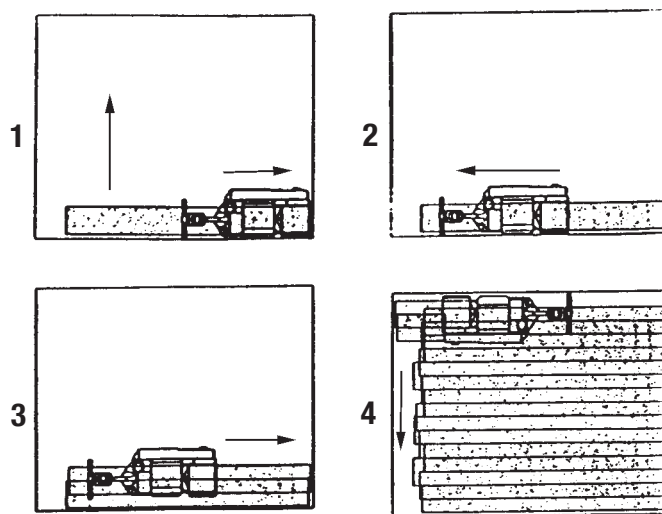

Figura 11
2. Trabaje de derecha a izquierda. Por cada paso hacia delante, mueva la máquina 4" por encima del trayecto que acaba de completar. Retroceda marcha atrás sin solapamiento. Consulte la figura 11.
6. Interrumpa gradualmente en el punto de terminación (el extremo de la pasada) elevando el tambor de lijado con la palanca de control. Escalone los puntos de terminación para conseguir una mejor combinación en el momento de ribetear. Consulte la figura 11.
7. Al cambiar el abrasivo, vacíe el contenido de la bolsa de polvo, o al terminar la operación de lijado, presione el interruptor selección a la posición (O) (Apagado). Desconecte la máquina de la fuente de alimentación.